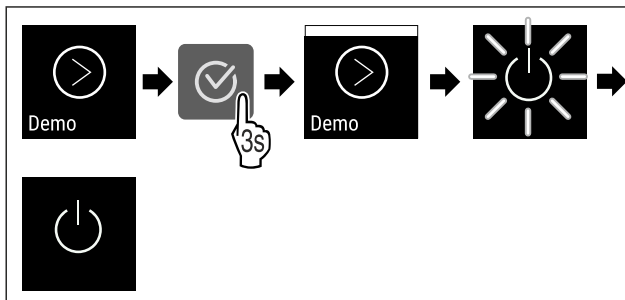

Fig. 100
- ▶ Følg anvisningene (se Fig. 100) .